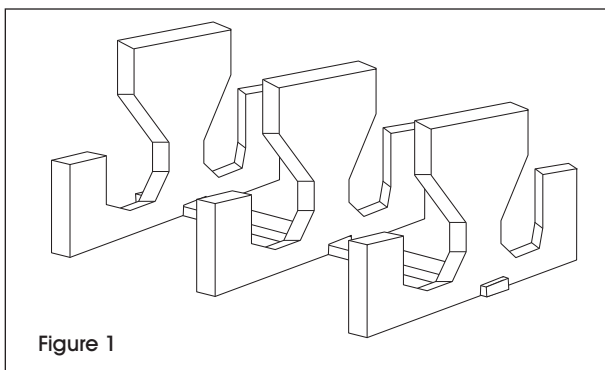

Figure 1
2. Placez les trois bases en plastique sur une surface plane nivelée en vous servant du support de base pour les maintenir droit. Le support est à fixer à l'étape 7. (Voir Figure 1)